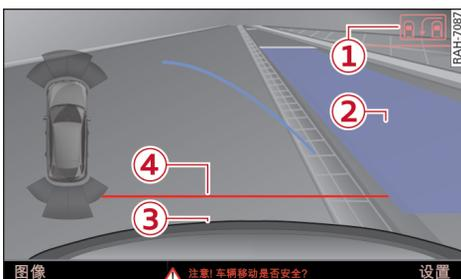
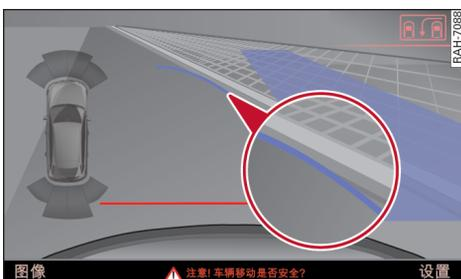

图 201 信息娱乐系统：对准车位的蓝色标记面
图 202 信息娱乐系统：蓝色弧线接触到路沿
- ▶ 请在信息操控单元上按控制按钮 ① ⇨ 图 201。显示纵向泊车。
- ▶ 请倒车行驶，把本车调整到蓝色标记面 ② 紧挨着后面一侧的汽车或泊车位分界线 ⇨ ⚠，在通用提示中，见第 137 页、⇨ ⚠，在通用提示中，见第 137 页。蓝色标记面显示车辆轮廓向后约 5 米的延伸。蓝色标记面的纵侧应贴上马路上沿。整个蓝色标记面必须能进入停车空档。
- ▶ 倒着驶入停车空档。只要蓝色弧线 ⇨ 图 202 接近马路上沿 ⇨ ⚠️，在通用提示中，见第 137 页，请立即停车 ⇨ ⚠️，在通用提示中，见第 137 页。
- ▶ 继续向停车场空位内倒车，直到汽车与路沿石平行 ⇨ ⚠️，在通用提示中，见第 137 页、⇨ ⚠️，在通用提示中，见第 137 页。③ 表示后保险杠。最迟在红色定向线 ④ 接触到一个障碍物时就不要再继续行驶！此时注意观察车前部。
如果在停车空档旁有障碍物，如墙壁等，那么在侧面必须选择较大的间距。使蓝色标记面的纵向边与障碍物保持足够距离，不允许紧贴蓝色标记面。必须大幅度提前打方向盘。蓝色弧线 ⇨ 图 202 与障碍物不可接触，应留有足够的距离。